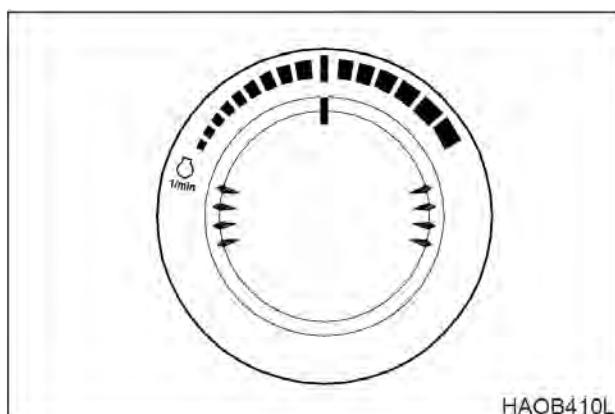

Рис. 18
2. Дать двигателю поработать приблизительно **5 минут** без нагрузки на скорости в середине диапазона скоростей (рис. 18).